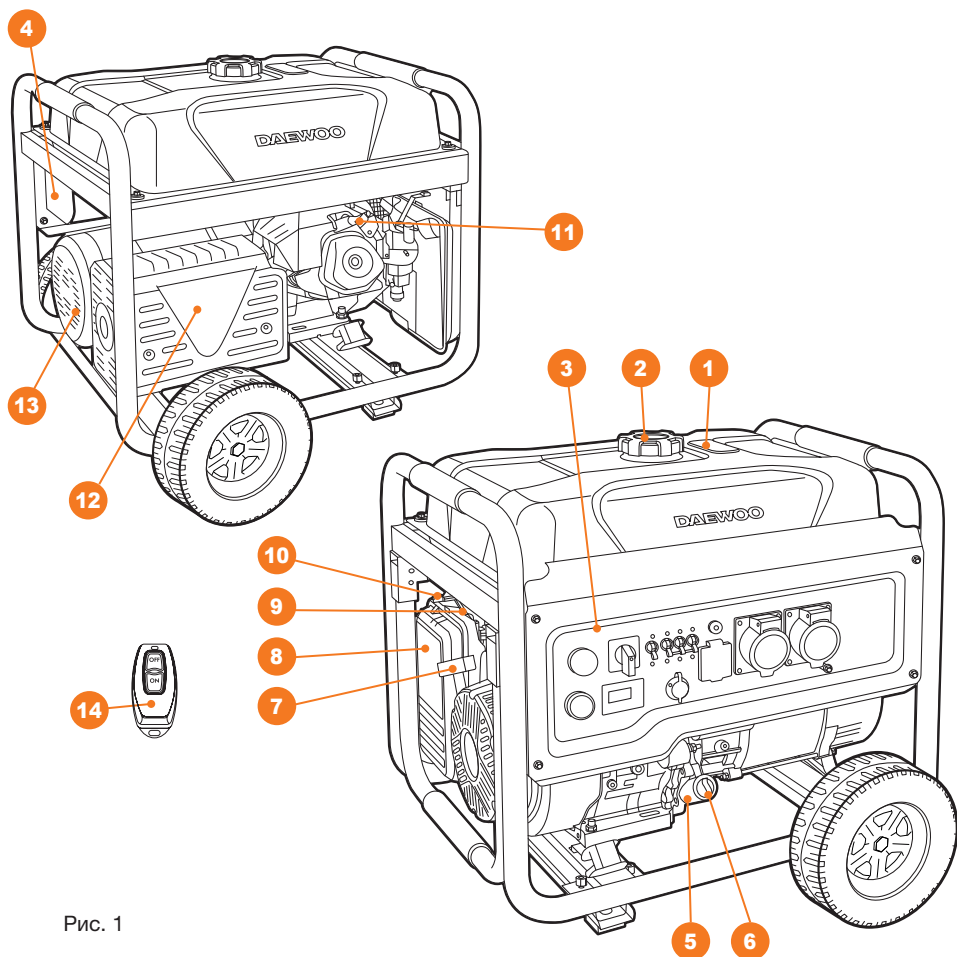
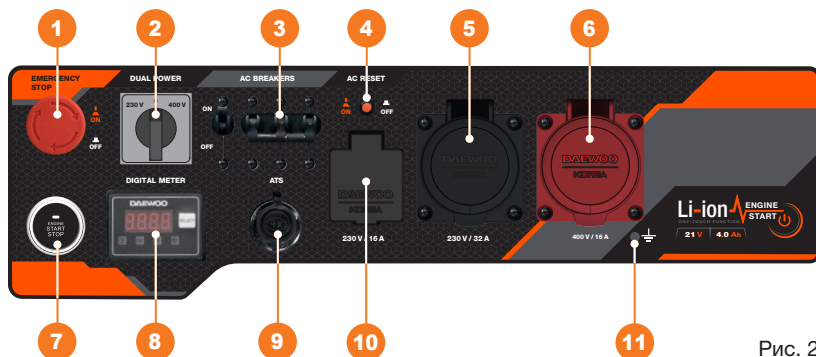

Рис. 1
Рис. 2
- Перед запуском генератора установите аккумулятор в специальный отсек 4 (Рис. 1).
- Выберите необходимый режим напряжения на переключателе 2 (Рис. 2).
- Отключите все ранее подключенные источники питания и поверните кнопку экстренной остановки 1 (Рис. 2) по стрелкам до щелчка. При щелчке кнопка выскакивает в сторону оператора, это нормальная работа кнопки.
- Откройте топливный кран 9 (Рис. 1), переведите рычаг в положение «ОТКРЫТО» (OPEN).
- Нажмите кнопку запуска генератора 7 (Рис. 2) в одно касание, при ручном запуске потяните ручку стартера 7 (Рис. 1).
- Переведите рычаг воздушной заслонки 10 (Рис. 1) в положение «ЗАКРЫТО». (Во время горячего запуска двигателя заслонка может оставаться открытой)
- Плавное вытяните рукоятку стартера 7 (Рис. 1) на 5-10 см, пока не почувствуете сопротивление. Затем плавно, но быстрым (без рывка) движением вытяните стартер.
- Переведите рычаг воздушной заслонки 10 (Рис. 1) в положение «ОТКРЫТО».
- Подключите электрооборудование или переведите аварийный выключатель в положение «ВКЛ» (ON).
В случае экстренной ситуации нажмите (утопите) кнопку экстренной остановки **1** (Рис. 2). Двигатель генератора при этом остановится незамедлительно.